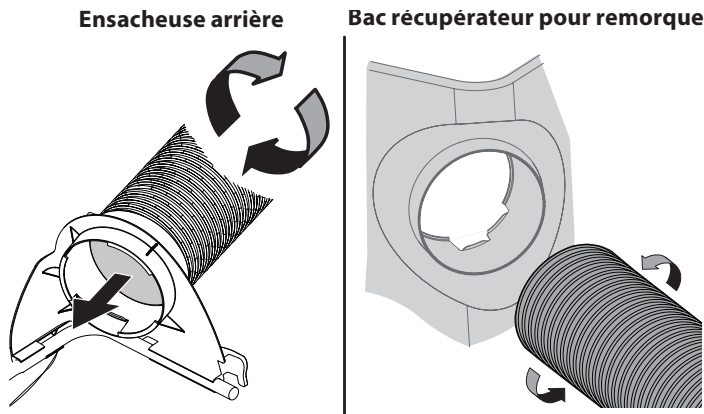

Figure 1
1. Vissez la partie supérieure du tube flexible dans le support supérieur de la goulotte (ensacheuse arrière) ou la bouche d'aération (bac récupérateur pour remorque). Il y a deux languettes à l'intérieur de la partie inférieure du support ou de la bouche d'aération qui servent à fixer le tube. Voir Figure 1.